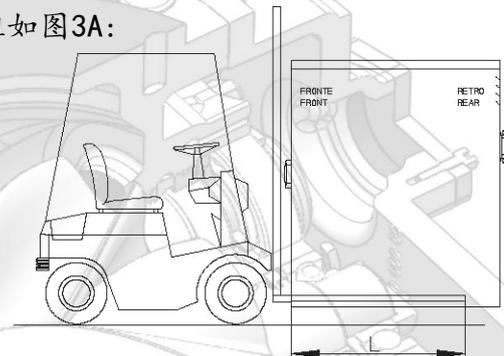

图. 3A
- 用扳手移除FLD螺杆风机正面板上的4-5螺栓并吊起机组如图3A：